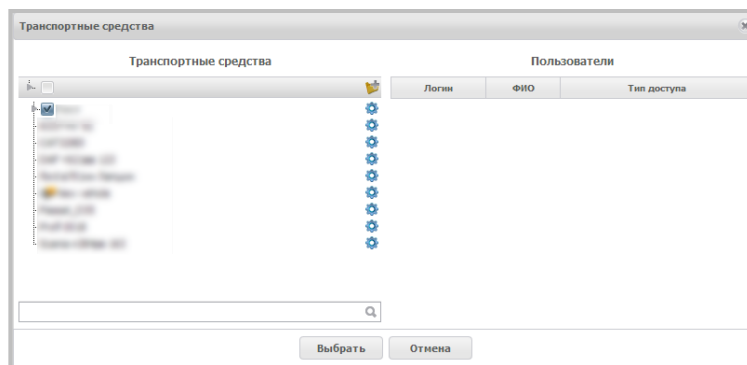

Рисунок 20
– выбор группы объектов из списка, которая будет доступна пользователю (Рисунок 20) или импорт ТС. При выборе «Импорта» будет произведена автоматическая переадресация в раздел «Экспорт/Импорт» (п.7).